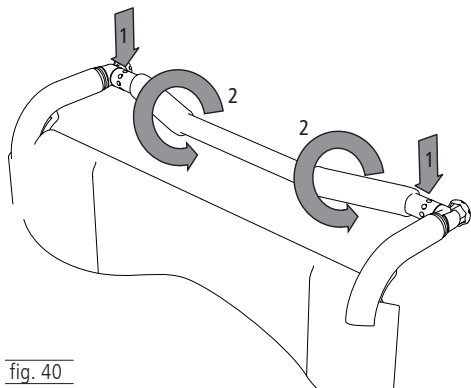

fig. 40
1. For at gøre dette løsnes begge unbrakoskruerne (venstre/højre) (1, fig. 40), og tages helt ud.
2. Anbring skubbestangen i den position, der passer til dig (2, fig. 40). Spænd efterfølgende skrueerne.